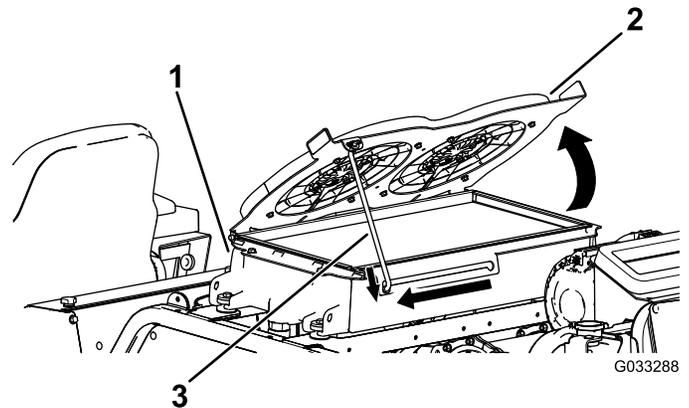

Bild 119
2. Drehen Sie die Hydraulikkühlventilatoren nach oben und arretieren Sie die Stützstange in der Kerbe (Bild 119).